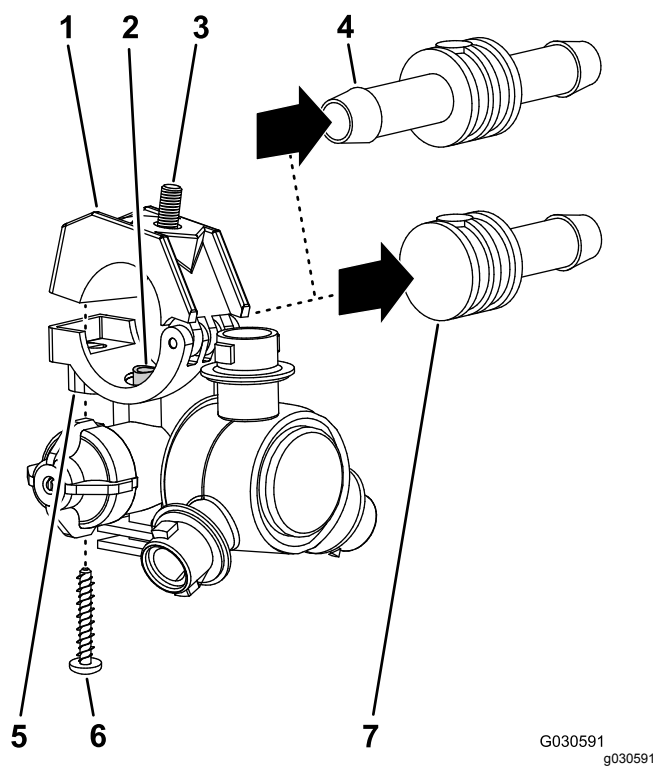

Figura 119
- Lavorando con i 3 ugelli dell'irroratrice rimossi al passaggio 1 in **Rimozione degli ugelli dell'irroratrice (pagina 40)**, rimuovete la vite in acciaio inox (n. 12 x $1\frac{1}{4}$ ") che fissa le metà superiori delle fascette e il portagomma dentellato singolo o doppio ($\frac{3}{4}$ ") al corpo di ciascun ugello dell'irroratrice e rimuovete i portagomma dentellati (**Figura 119**).